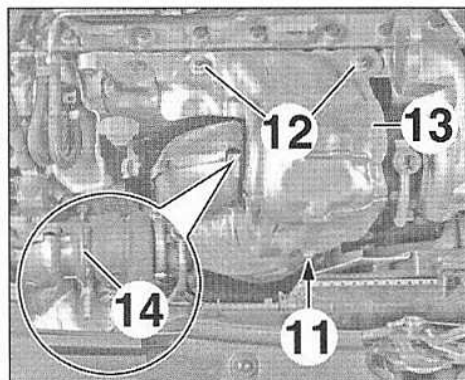

FIG.145
- Déposer (Fig.145) :
- la vis (11)
- les écrous (12),
- l'écran thermique (13).
• Desserrer le collier (14).